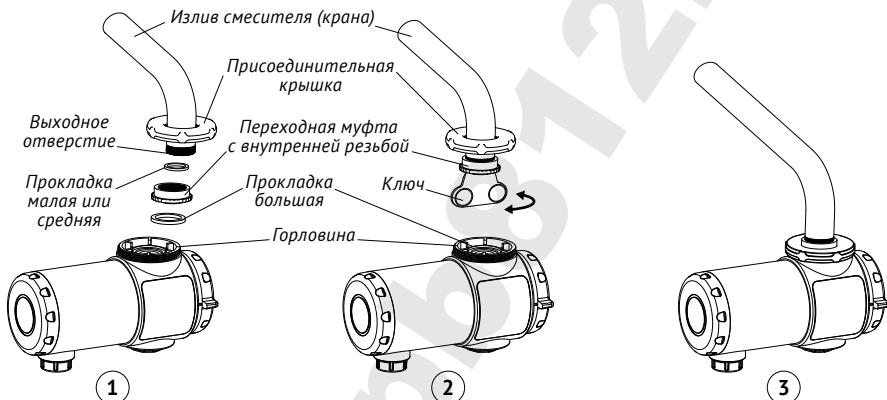
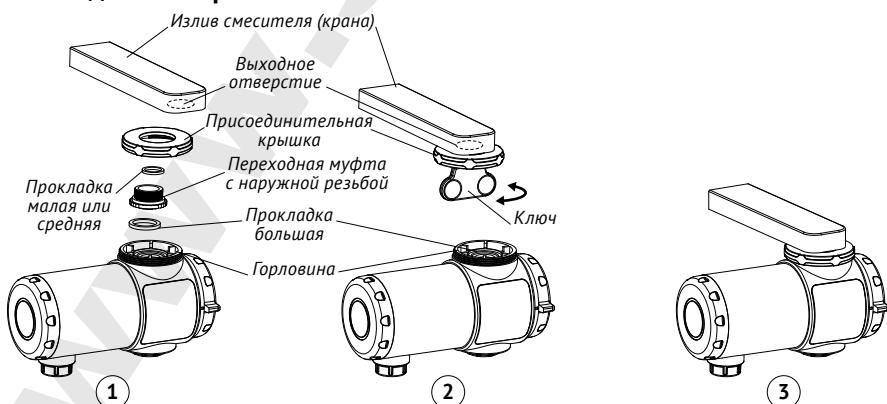

Рис. 5
Рис. 6
В зависимости от конструкции излива (с сетчатым аэратором или без), а также способа соединения аэратора (наружная резьба или внутренняя), возможны три способа установки крана-водонагревателя (см. рис. 5, 6, 7).
- В зависимости от расположения резьбы на выходном отверстии излива (внутри или снаружи), поднесите присоединительную крышку крана к отверстию излива (рис. 6) или наденьте её непосредственно на излив (рис. 5). Используя подходящую по размеру прокладку (малую или среднюю) установите переходную муфту на выходном отверстии излива. Установите лопатку ключа в прорези на тыльной стороне муфты и вращая ключ по часовой стрелке закрепите муфту (с крышкой) на изливе.